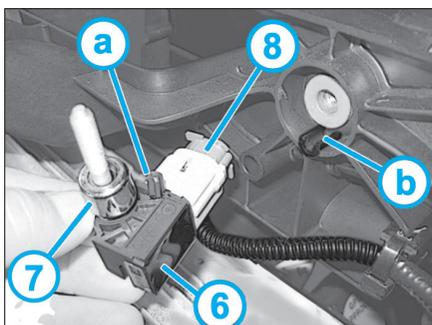

Fig. 15
- Sortir le capteur de collision d'airbag frontal (6) (Fig.15).